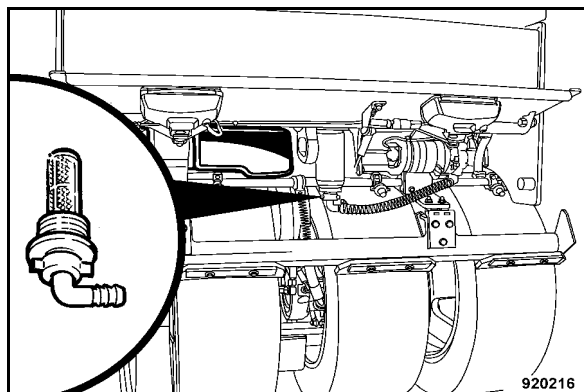

Fig. 182
- Dévisser les fixations, retirer le filtre à émulsion (Fig. 182) et le nettoyer.